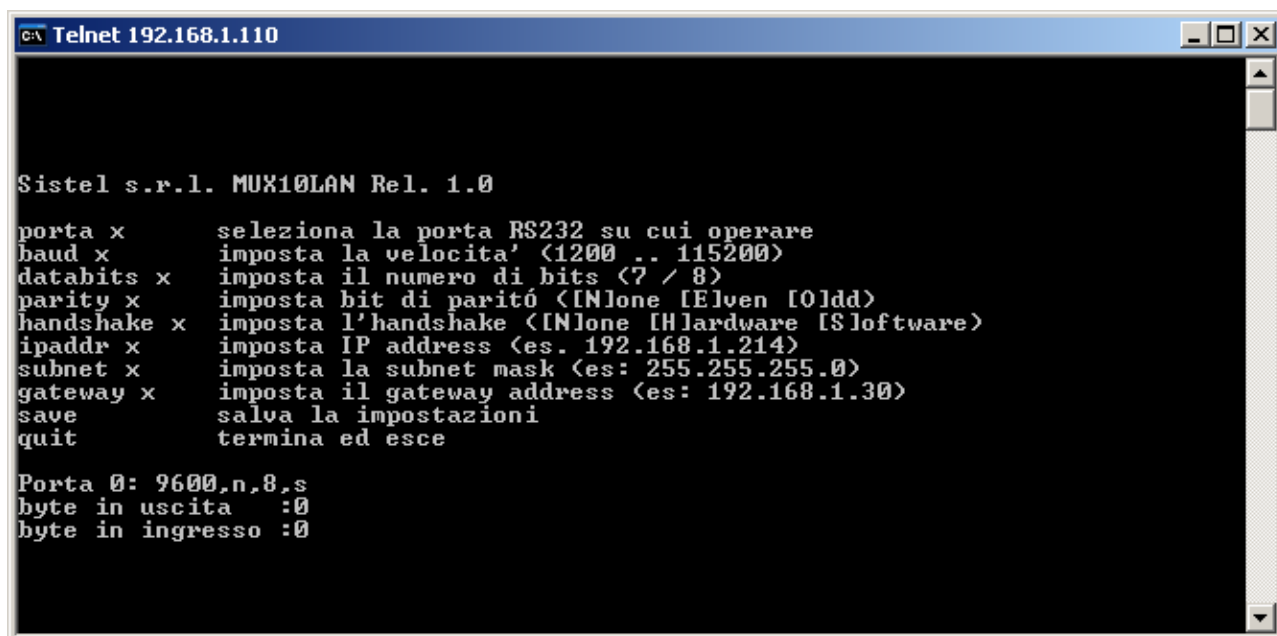

Fig. 3
2. A connessione avvenuta digitare Invio, apparirà la maschera di Fig. 3 con l'elenco dei comandi impostabili dall'utente.